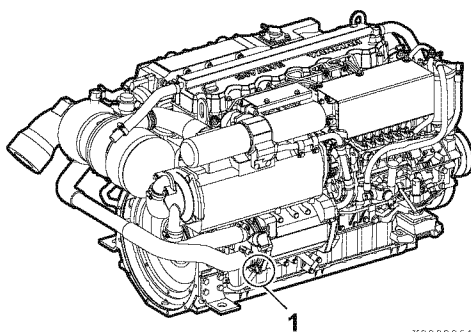
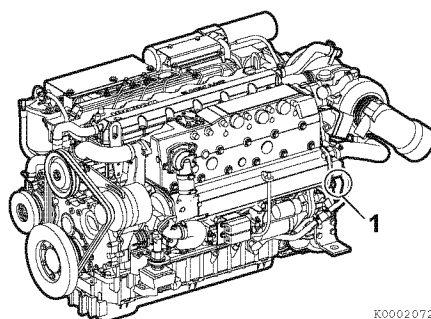

Figura 1
Figura 2
1. Allentare i rubinetti di scarico acqua di mare (1, **Figura 1**), (1, **Figura 2**) e scaricare l'acqua.